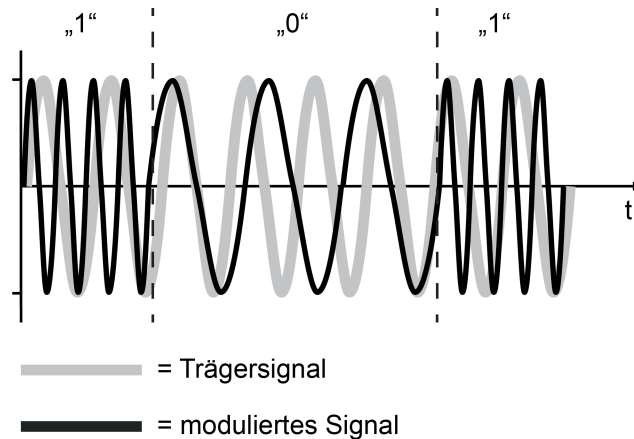

Bild 25: Frequenzumtastung als Modulationsverfahren (FSK = Frequency Shift Keying)
Eine elektromagnetische Welle mit konstanter Amplitude und Frequenz transportiert noch keine Information. Um dies zu erreichen, muss der Sender die Amplitude oder die Frequenz der Welle nach einem vereinbarten Verfahren ständig verändern und dem Trägersignal in dieser Weise die Information aufmodulieren. Bei KNX RF wird die Modulationsart "Frequenzumtastung" (FSK = engl. Frequency Shift Keying) verwendet. (Bild 25). Die Frequenzumtastung ist eine Variante der Frequenzmodulation (FM) und für die Übertragung digitaler Informationen geeignet. Es werden zeitlich kodiert zwei in ihrer Frequenz unterschiedliche Signale gesendet, um dem Empfänger die logischen Zustände "0" und "1" mitzuteilen. Eine Frequenzumtastung ist